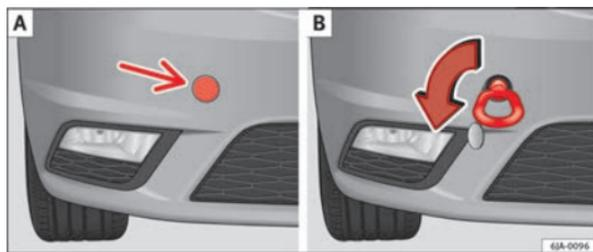

Fig. 145 Paragolpes delantero: tapa / montaje de la argolla de remolque
- Haga presión en la zona izquierda de la tapa en el lugar de la flecha → fig. 145 - [A].
- Enroscar la argolla de remolque a mano girándola hacia la izquierda hasta el tope → fig. 145 - [B].